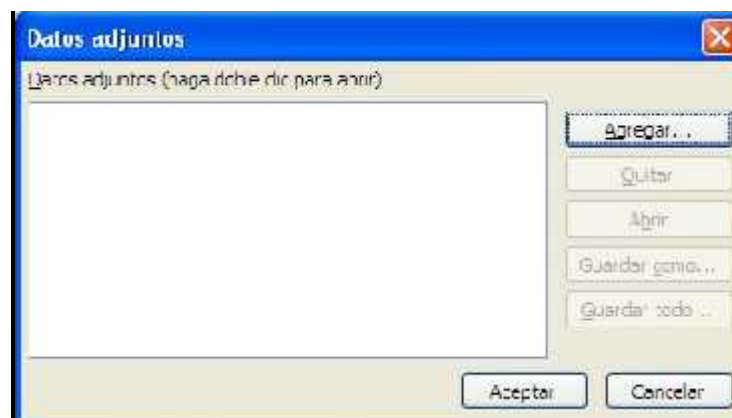
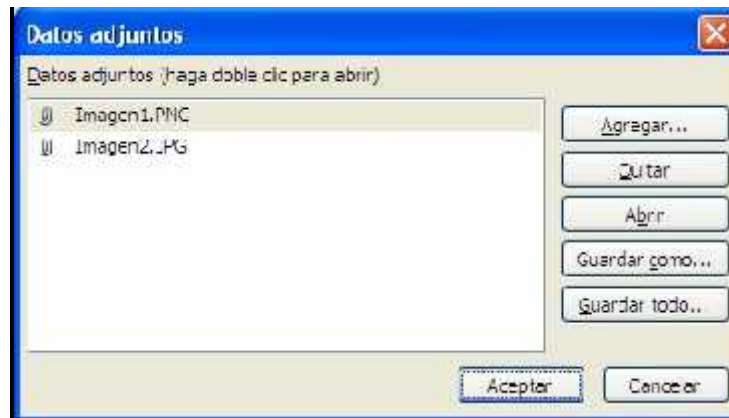

Figura 3. Diálogo para agregar imágenes en un campo del tipo “Datos adjuntos”.
Figura 4. Datos agregados que se almacenan al aceptar.
3. En el caso de “Datos adjuntos”, hay que pulsar sobre el campo, con lo que se abre un cuadro de dialogo como el de la figura 3, que permite ir seleccionando en sus ubicaciones y agregando imágenes (ver figura 4), finalmente, pulsando “Aceptar”, se almacenan en el campo.
3. En el caso de “Datos adjuntos”, hay que pulsar sobre el campo, con lo que, de nuevo, se abre el cuadro de dialogo como el de la figura 4, que permite ir abrir la imagen que se seleccione.